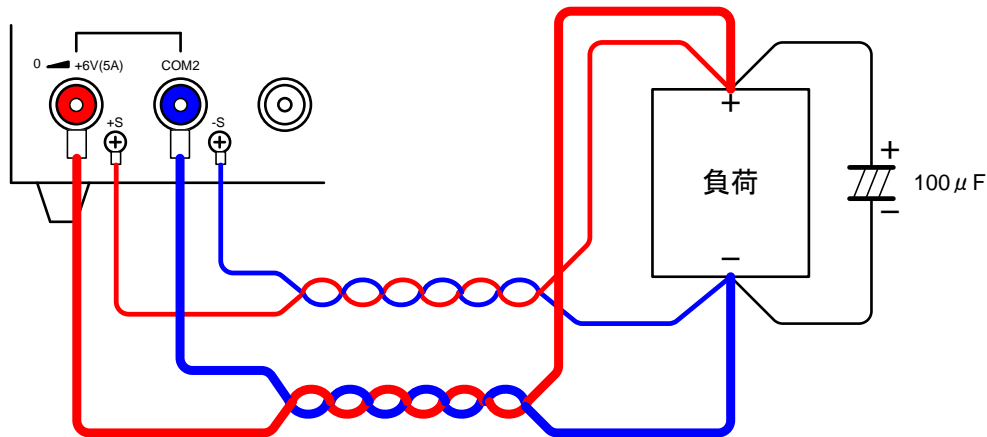

図 5-6. リモートセンシング機能を使用したときの負荷と接続
- ・ 本器排気温度が高熱状態になり、OHA (オーバーヒートアラーム) が発生すると図 5-6. の PinNo2 がローレベルとなります。図 6-1. のように電圧計を接続することで、OHA 動作を検出することができます。
- ・ 図 5-6. で S1 をオン (PinNo1 と PinNo2 を短絡) することで本器をアラーム状態にすることができます。オンしつづけることでアラーム状態を保持することができます。